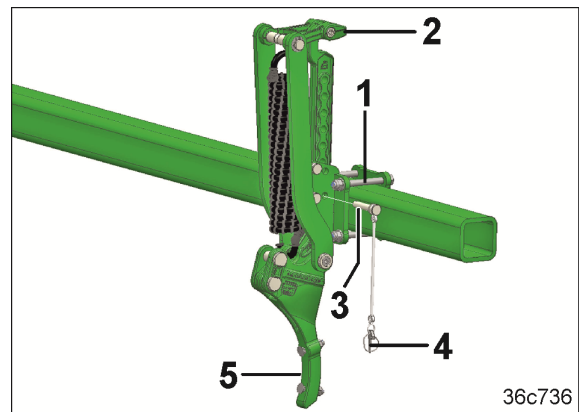

Fig. 135
1. Schrauben (Fig. 135/1) lösen und den Spurlockerer horizontal verschieben.
1. Spurlockerer am Griff (Fig. 135/2) festhalten.
2. Bolzen (Fig. 135/3) entfernen.
3. Spurlockerer vertikal verstellen, mit dem Bolzen abstecken und mit dem Klappstecker (Fig. 135/4) sichern.
Nur die mitgelieferten Keilschare (Fig. 135/5) verwenden. Keilschare verhindern Beschädigungen an der Traktorheckscheibe, durch das Hochkatapultieren von Steinen.